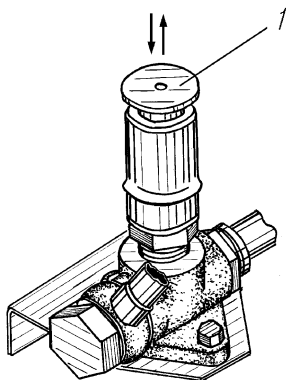

Рис. 52. Насос ручной топливоподкачивающий:
На стр. 292 РЭ добавляется новый рис. 52 «Насос ручной топливоподкачивающий» и текст.
**Ручной топливоподкачивающий насос** установлен на правой боковине оперения. Для заполнения системы питания топливом и удаления из нее воздуха при неработающем двигателе отверните ручку 1 (рис. 52) против часовой стрелки до освобождения ручки из фиксированного положения и совершайте возвратно-поступательное движение вверх-вниз. Закавав топливо вручную, утопите ручку и зафиксируйте ее поворотом по ходу часовой стрелки до упора.